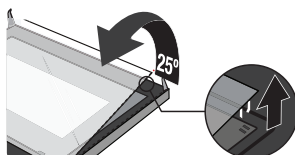

Figura 4
4. Separare con attenzione il vetro sollevandolo di circa 25°. (Figura 4)